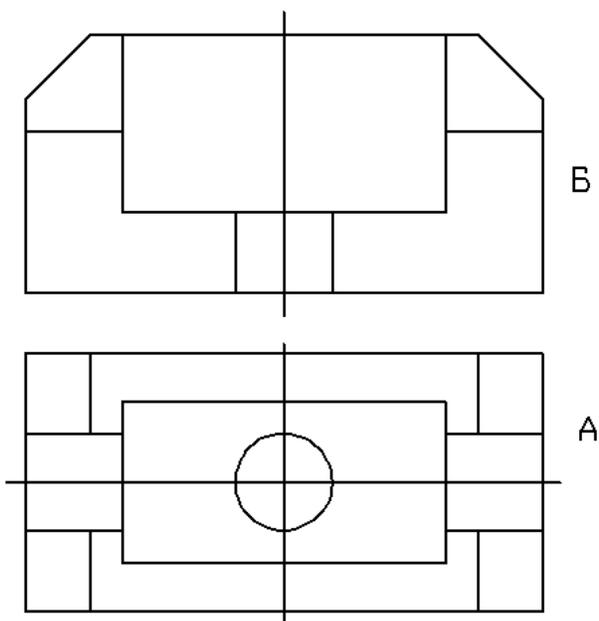

Рисунок 3
**Задание 4.** Нарисовать два вида объекта (рисунок 3).